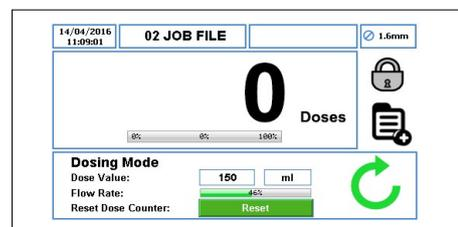

Figure 63 Réinitialiser le nombre de doses – Écran d'accueil
- ▶ Lorsque la pompe fonctionne en mode Dose, vous pouvez réinitialiser le nombre de doses terminées en appuyant deux fois sur le bouton ARRÊT, comme indiqué à la figure 63.